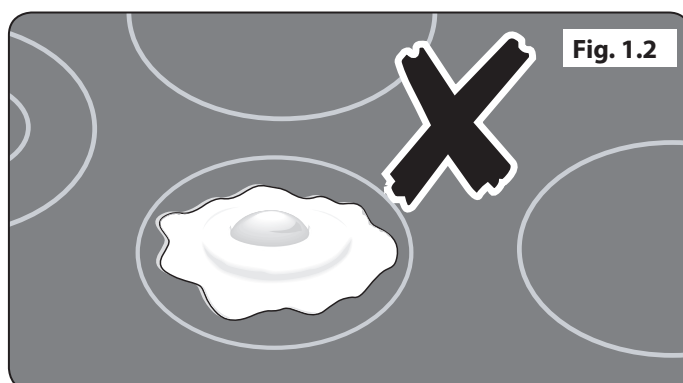

Fig. 1.2
- ⚠ **Ne faites jamais cuire des aliments à même la table de cuisson (Fig. 1.2).**